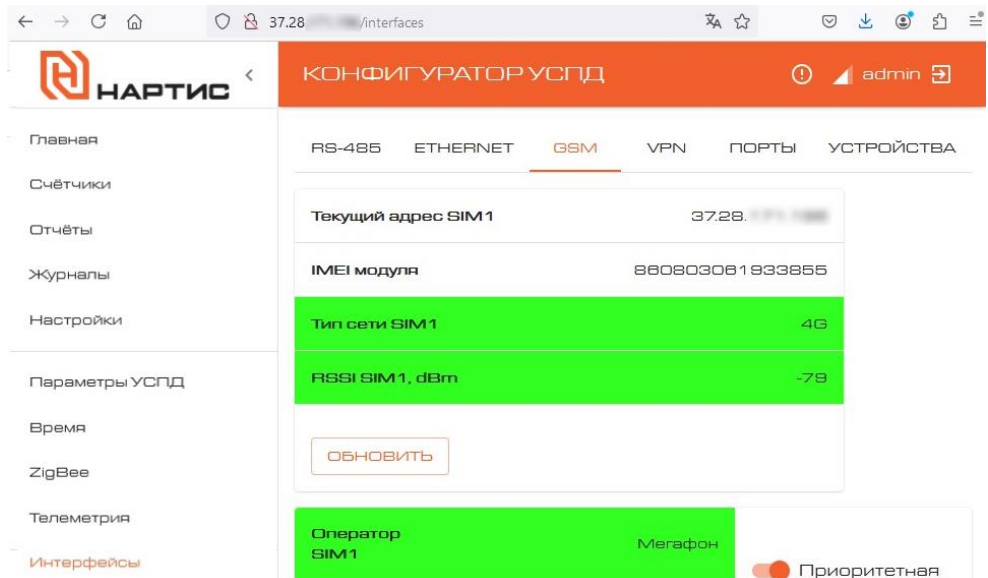

Рисунок 9
10) После настройки следует удостовериться в возможности установления соединения с сетью GSM и удаленного подключения УСПД. Для этого введите в строку браузера IP, полученное в п.п. 3.2.3.4, 5), авторизуйтесь согласно п.п. 3.2.3.4, 6). После авторизации станет доступен конфигуратор УСПД (рисунок 9).